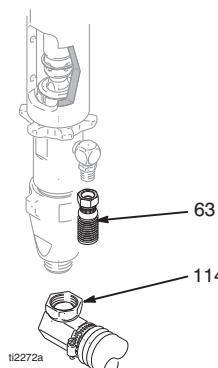

Рис. 7
- (Рис. 7) Отсоедините трубку всасывания (114) и шланг для краски (63) (снятый на конце шарнирного соединения).